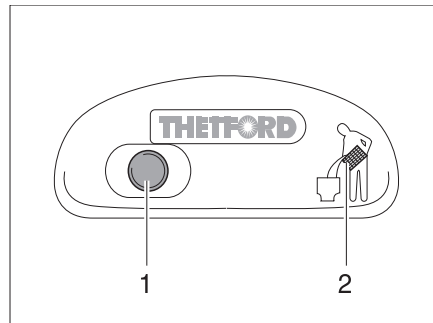

Bild 140 Spülknopf/Kontroll-Leuchte Thetford-Toilette
- Zum Spülen den blauen Spülknopf (Bild 140,1) drücken.
Die Kontroll-Leuchte (Bild 140,2) leuchtet, wenn die Thetford-Kassette entleert werden muss.